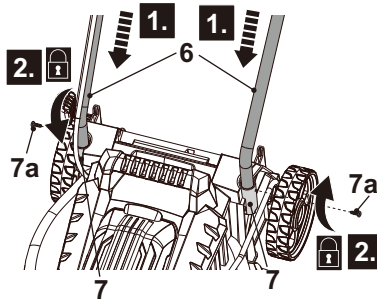

Fig. 1
2. Retirez les deux vis (7a) des supports de guidon (7) à l'aide d'un tournevis cruciforme adapté (non-fourni) et gardez-les de côté.
3. Insérez les barres de guidon inférieures (6) dans les supports de guidon (7). Alignez les trous de montage des barres de guidon inférieures (6) avec les supports de guidon (7) (Fig. 1, étape 1).
4. Fixez les barres de guidon inférieures (6) avec les vis (7a) à l'aide d'un tournevis cruciforme adapté (non-fourni) (Fig.1, étape 2).